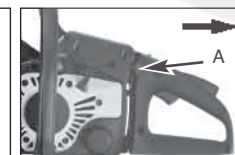

Bild. 9B
2. Ziehen Sie den Drosselkappen-Hebel (A). Dieser stellt die Drosselkappe ein und verstellt den Gashebel für das einfachere Starten. (Bild 9B)